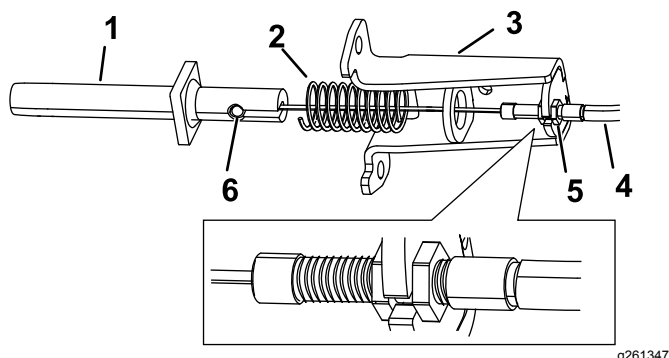

Figure 9
- A. Insérez le câble de frein dans la patte de montage et le ressort, puis insérez le raccord cylindrique dans la fente de la goupille de l'arbre de frein (Figure 9).
- B. Insérez la goupille d'arbre de frein dans le ressort et la patte de montage de frein (Figure 9). Poussez sur la goupille pour comprimer le ressort, insérez le raccord cylindrique du câble de frein dans la fente de la goupille, glissez le câble dans le cran
- C. Ajustez les écrous sur le câble de frein de sorte que 2 filets seulement soient visibles vers le frein (Figure 9).